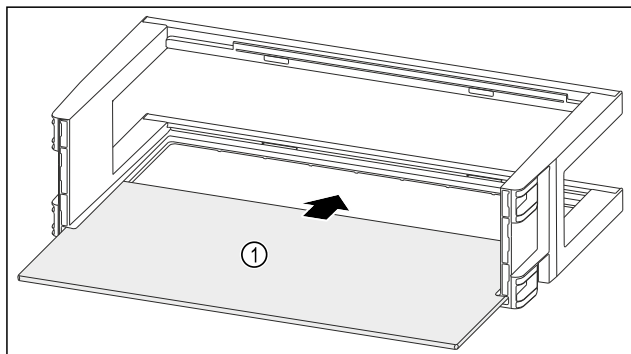

Fig. 144
- ▶ Вдвиньте съемную полку Fig. 144 (1) в боковые пазы.